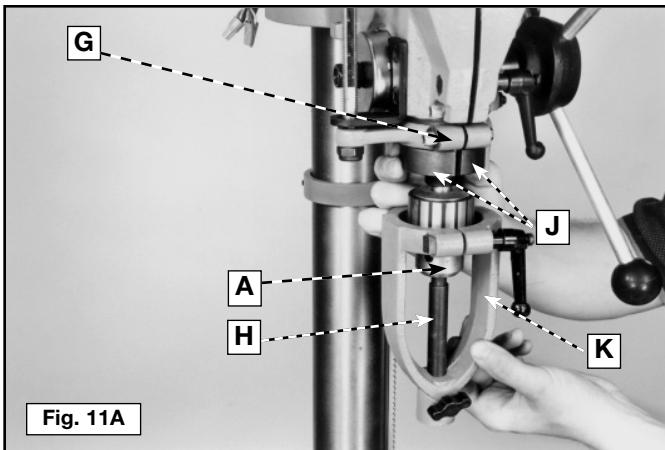
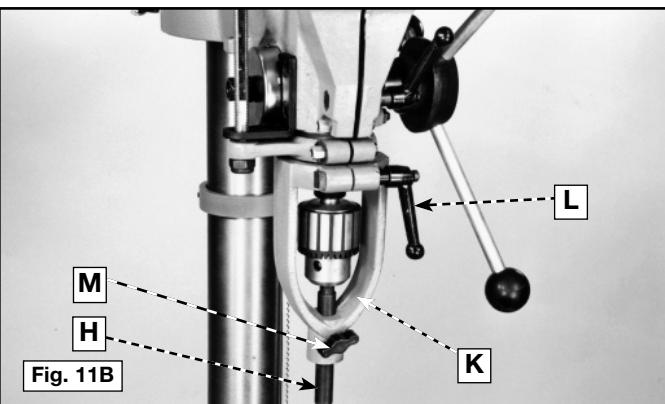

Fig. 11A
Fig. 11B
- Mientras sostiene los bujes con aros partidos (J) Fig. 11A en esa posición en la broca, deslice el soporte para cincel (K) sobre la clavija de alineación (H) y sobre los bujes con aros partidos (J).
- IMPORTANTE.** Antes de ajustar la palanca de bloqueo (L) Fig. 11B, asegúrese de que la ranura de los bujes con aros partidos (J) Fig. 11A, esté alineada con la ranura del soporte para cincel (K) Fig. 11B. Ajuste el tornillo de ajuste manual (M) en la clavija de alineación (H). Ajuste la palanca de bloqueo (L) alrededor de los bujes con aros partidos. NOTA: La palanca de bloqueo (L) funciona a resorte, y se puede volver a colocar sacando la palanca y colocando el cubo de la palanca en la tuerca ubicada directamente debajo del cubo.
- Una vez que el soporte para cincel, (K) Fig. 11B, esté instalado en la máquina, afloje el tornillo de ajuste manual (M) y retire la clavija de alineación (H) del eje. Continúe con la sección "ENSAMBLADO DE LA GUÍA A LA MESA".